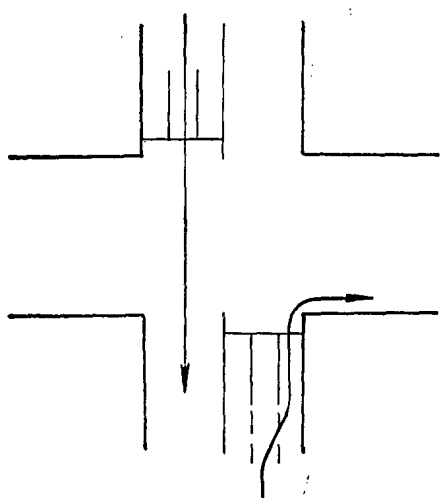

图3 右转无交叉
(2) 应急维修的方法
①换用备件 此法停修时间短，效果好。
②修理坏件 此法装复容易，修理费时。
③借用零件 把暂时不发挥作用或比较次要的零件“借来”换上。譬如，左侧转向信号灯（无论前后）的灯泡有一个坏了，就应考虑如果小灯泡与转向灯通用就把小灯泡“借过来”换上，否则就把右侧前转向信号灯的灯泡“借过来”换上。因为右转弯与各方机动车虽无交叉，但因驶入路口向右换道要给后面尾随车发信号（见图3），所以右侧后转向信号灯的灯泡不能“借用”，只能“借用”右侧前转向信号灯的灯泡。